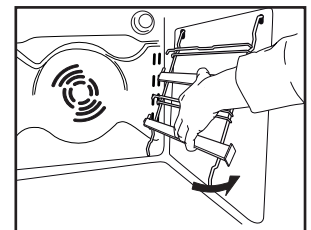

Fig. 4
4. Plaats de steunroosters terug in de oven (Fig. 4).